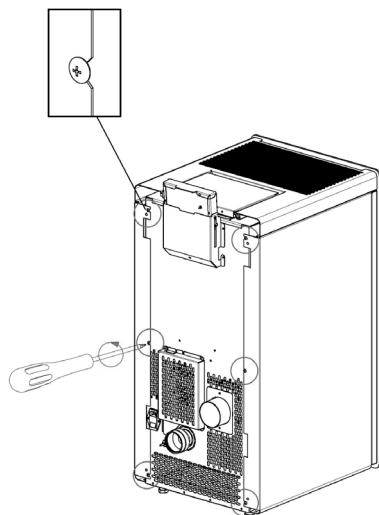

Fig. 70 - Afloje los tornillos
- Afloje los 4 tornillos traseros (ver **Fig. 70**).
- Afloje los 6 tornillos traseros (ver **Fig. 70**).